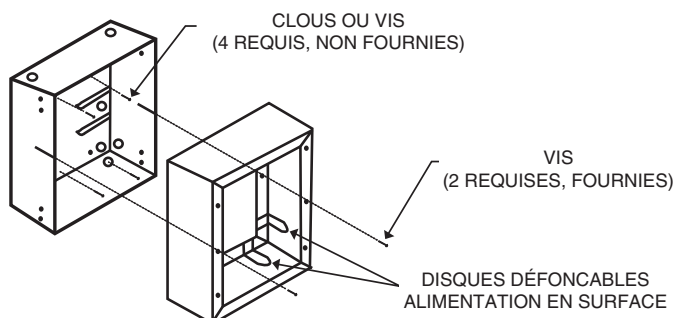

FIGURE 1
2. Si le câ ble d'alimentation est dans le mur, percer le disque défonçable situé sur la paroi arrière du boîtier et installer le collier de câ ble d'au moins 8 po (203 mm) dans le boîtier. Utiliser les quatre (4) trous du boîtier pour fixer le boîtier à la structure du bâtiment. (Voir la Figure 1).
3. Si le câ ble d'alimentation est en surface (p.ex., dans un conduit, dans des chemins de câbles en surface, etc.) percer le disque défonçable du boîtier qui correspond à l'emplacement du câ ble d'alimentation. Installer un connecteur adéquat (système en surface) et fixer le boîtier au mur par les quatre (4) trous de la paroi arrière en laissant une longueur de câ ble d'au moins 8 po (203 mm) dans le boîtier.
Note: Aux fins d'alignement avec les disques défonçables du cadre de montage en surface, utiliser les disques défonçables situés dans le coin adjacent au disque de la paroi arrière du boîtier (Voir la Figure 1).
4. Si l'appareil est alimenté par un système en surface, percer le disque du trou de passage du cadre de montage en surface de façon que le cadre glisse sur l'alimentation (Voir la Figure 1).